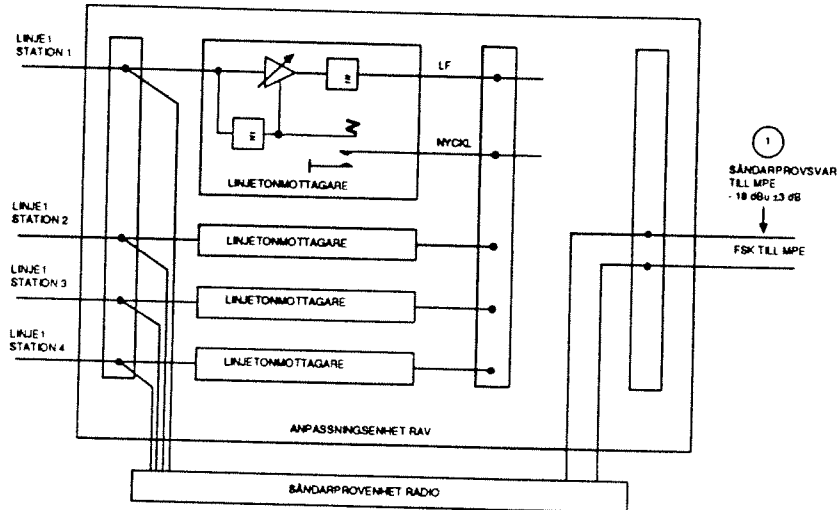

Bild 5
3.2.6.2 Anslut en nivåmeter till sändarprovenhetens anslutningsdon LF-LINJER S, stiften 16 och 17, alternativt till anpassningsenhet RAV stiftfält, se bild 5, ①. Beträffande stiftnummer, se anläggningsdokumentationen. Kontrollera att nivån är $-18 \text{ dBu} \pm 3 \text{ dB}$.